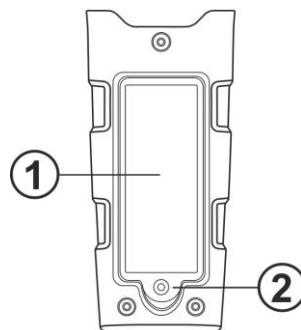

Abb. 4: Batteriewchsel
- Schrauben Sie die Befestigungsschraube (siehe Abb. 4 – Teil 2) des Batteriefachdeckels auf (siehe Abb. 4 – Teil 1), entfernen Sie den Deckel und entfernen Sie die Batterien.